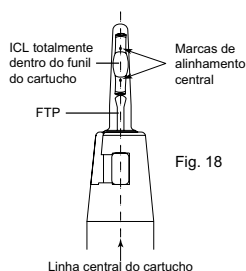

Fig. 18
3. Inspeccione a orientação da lente com recurso a um microscópio operatório. O funil transparente do cartucho permite a identificação das marcas centrais em cada um dos lados do ótico da lente. Estas marcas devem ser visíveis na posição das 12 horas e em alinhamento com o eixo do cartucho. (Se não existir alinhamento ou orientação adequada, a ICL ou a TICL pode estar torcida; deve ser injetada no tabuleiro do cartucho e o processo de carregamento deve ser repetido). (Fig. 18)